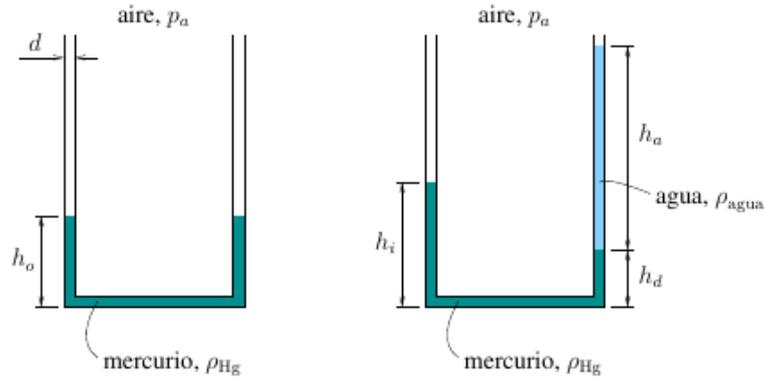

Figura 1: El tubo U contiene inicialmente mercurio y luego se le añade un volumen V de agua en la rama izquierda
1. El tubo en U de la figura 1, de diámetro interior d y abierto a la atmósfera, está inicialmente lleno de mercurio (densidad ρ_{Hg}) hasta el nivel h_o según se indica en la figura. Si se vierte un volumen V de agua (densidad ρ_{agua}) en la rama derecha del tubo, ¿cuál será la altura del mercurio en cada rama del tubo cuando se estabilicen los fluidos?
5. El tubo en U de la figura 1, abierto en los dos extremos, se encuentra inicialmente en reposo y lleno de agua hasta una altura H (situación representada en la figura).